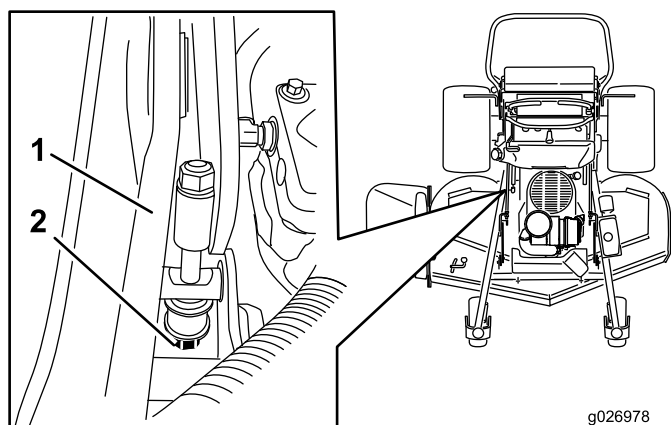

Figura 92
5. Si la medida no es correcta, localice la varilla de ajuste de la altura de corte en el lado derecho de la máquina (Figura 92).
6. Ajuste el perno de ajuste hasta obtener la distancia correcta de 7.6 mm (3 pulgadas), según se muestra en Figura 92.